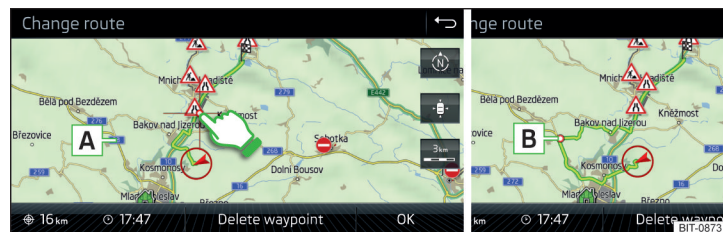

Fig. 230 Cambio de ruta en el mapa / Punto de paso de la ruta
- Tocando la pantalla en el área de ruta y desplazar el cruce sobre el lugar deseado en el mapa (p.ej. **A** » fig. 230).
El punto de paso **B** es insertado en la ruta » fig. 230.